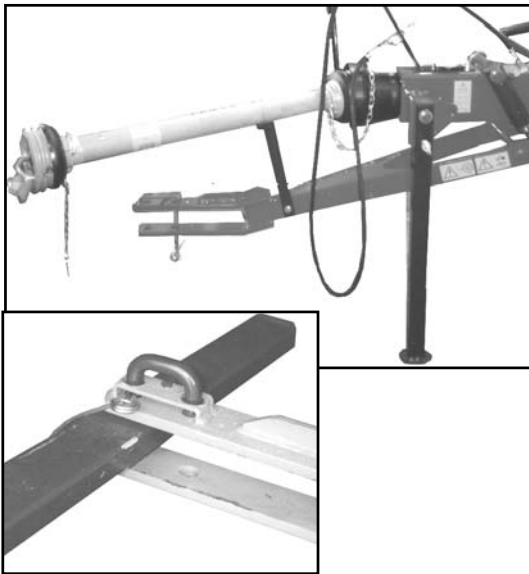

Bild 3-1
- Unterlenkerhöhe: ca. 400 mm Abstand vom Bo-den einstellen (Bild 3-1)